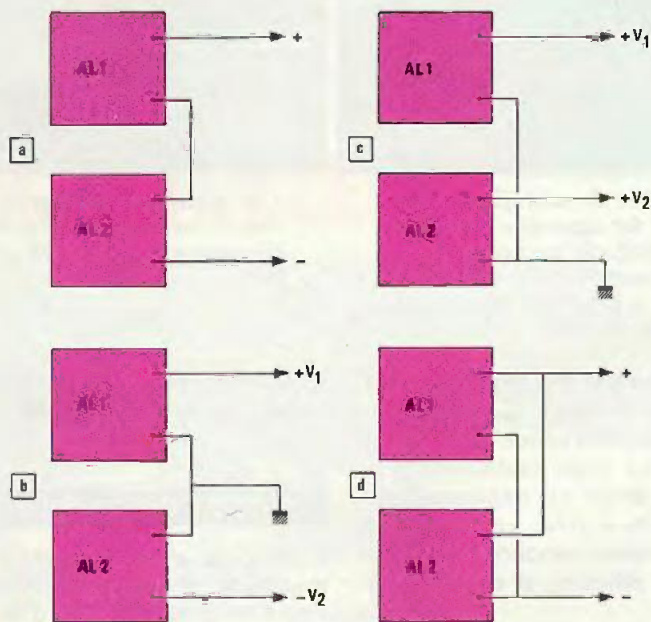

Fig. 1 Différents couplages.
La figure 1 propose le schéma de principe de ce kit, construit, comme il se doit, autour de deux circuits intégrés TDA 2040. L'emploi de ces derniers simplifie considérablement le montage. On exploite alors le cahier des charges du fabricant, en associant aux circuits intégrés les quelques éléments nécessaires au bon fonctionnement.
Fig. 1 à 3
Différents couplages sont possibles, que résumant les schémas de la figure 1. On peut ainsi disposer :
- par la mise en série (fig. 1-a), d'une alimentation délivrant une tension réglable jusqu'à 60 V, avec une intensité maximale de 2,5 A ;
- par la mise en série avec utilisation du point commun comme masse (fig. 1-b), de deux tensions de polarités opposées, réglables, indépendamment l'une de l'autre, de 0 à 30 V. Chacune peut débiter 2,5 A ;
- si nécessaire, de deux tensions de même polarité, mais de valeurs différentes (fig. 1-c) ;